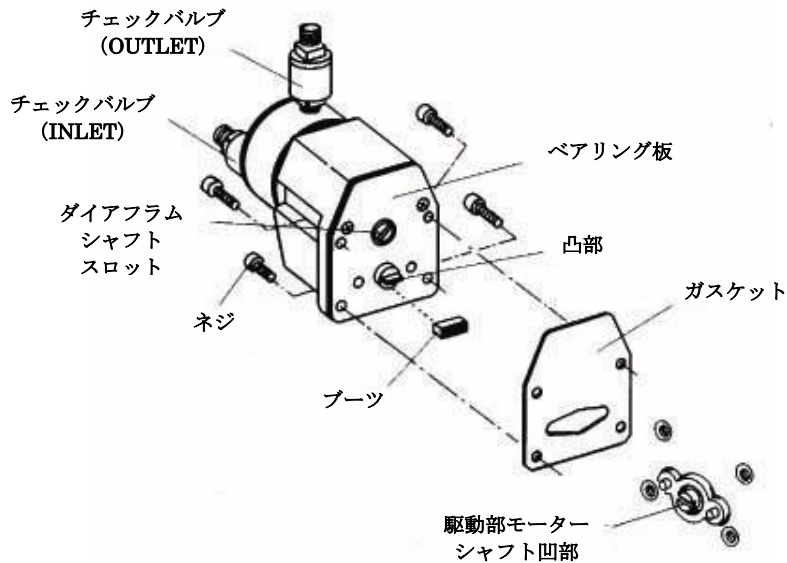

Figure 2.
- プラスチック製のブーツをポンプヘッド上の凸部につけてください (Fig. 2 を参照してください)。このブーツに疲労が見られたり、或いは 1500 時間の使用期間が過ぎたりしたら、点検し交換してください。
- Fig.2 の 4 本のネジを外して、駆動部からポンプヘッドを取り外してください。
- ポンプヘッドの4本のネジを外し、ポンプヘッドを駆動部から外してください。(Fig.2 参照)
- 疲労した**ダイアフラム**をはずすためには、**ダイアフラムシャフト** (ポンプ背面、Fig.2 参照) のスロットにドライバーを入れたまま、**ダイアフラム**を固定しているロックナットを外してください。7/16 インチのレンチをご使用ください。